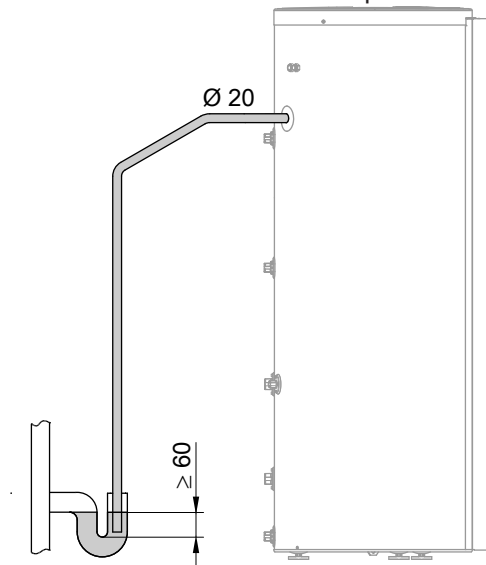
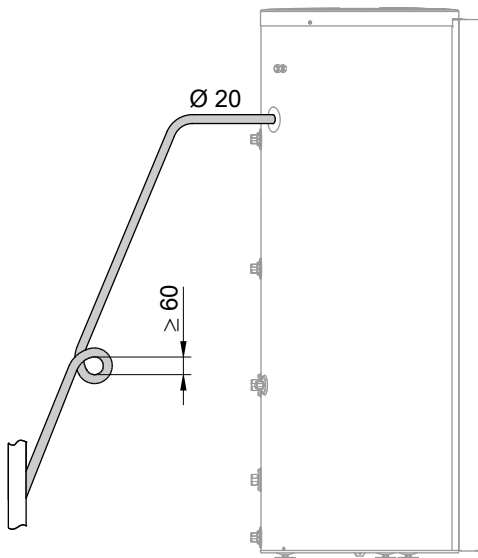

Abb. 16
Abb. 17
2. Kondenswasserschlauch als Stauschleife verlegen und mit stetigem Gefälle und Rohrbelüftung an das Abwassersystem anschließen: Siehe Abb. 17. Ggf. an einen bauseitigen Siphon anschließen: Siehe Abb. 16. Dabei auf festen Anschluss am Siphon achten.